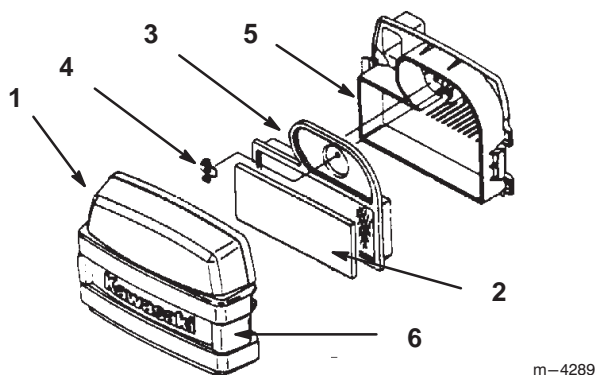

Figure 20
2. Nettoyez la surface autour du filtre à air pour éviter que des impuretés ne s'introduisent dans le moteur et l'endommagent. Dégagez les deux fixations latérales et déposez le couvercle du filtre à air (Fig. 20).
3. Sortez délicatement l'élément en mousse de l'élément en papier (Fig. 20).
4. Dévissez l'écrou papillon et retirez l'élément en papier (Fig. 20).
1. Glissez délicatement l'élément en mousse dans l'élément en papier (Fig. 20).
2. Posez l'ensemble filtre à air sur sa base et installez l'écrou papillon (Fig. 20).
3. Reposez et verrouillez le couvercle du filtre à air (Fig. 20).